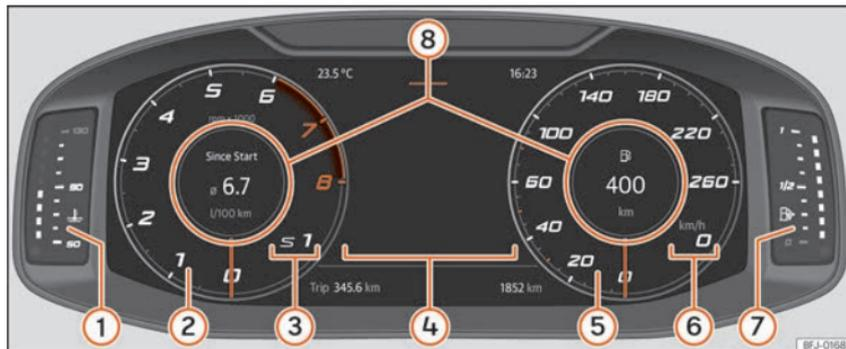

Fig. 68 SEAT Digital Cockpit no painel de instrumentos (vista clássica).
Nas vistas **Clássica** e **Navegação** é possível personalizar a informação que aparece em **Perfis de informação** »» **Fig. 68** ⑧.
Os ponteiros de rotações por minuto e do velocímetro aparecem em todo o seu comprimento **»» Fig. 68.**